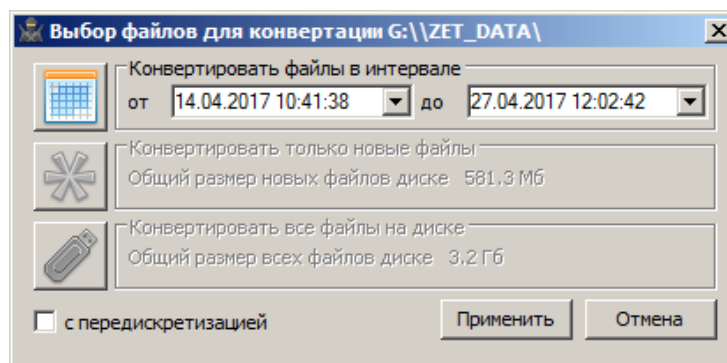
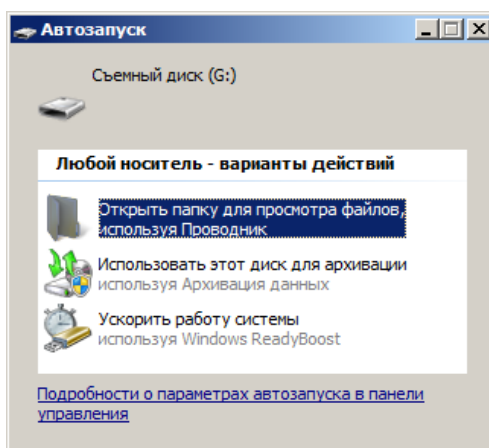

Рис. 2.10 Окно программы «Выбор файлов для конвертации»
Рис. 2.11 Окно программы «Автозапуск»
- соединить разъем «SD» сейсмографа с любым свободным портом USB на компьютере при помощи кабеля USB 2.0 после чего автоматически активируются окна программ «Выбор файлов для конвертации» (Рис. 2.10) и «Автозапуск» (Рис. 2.11);